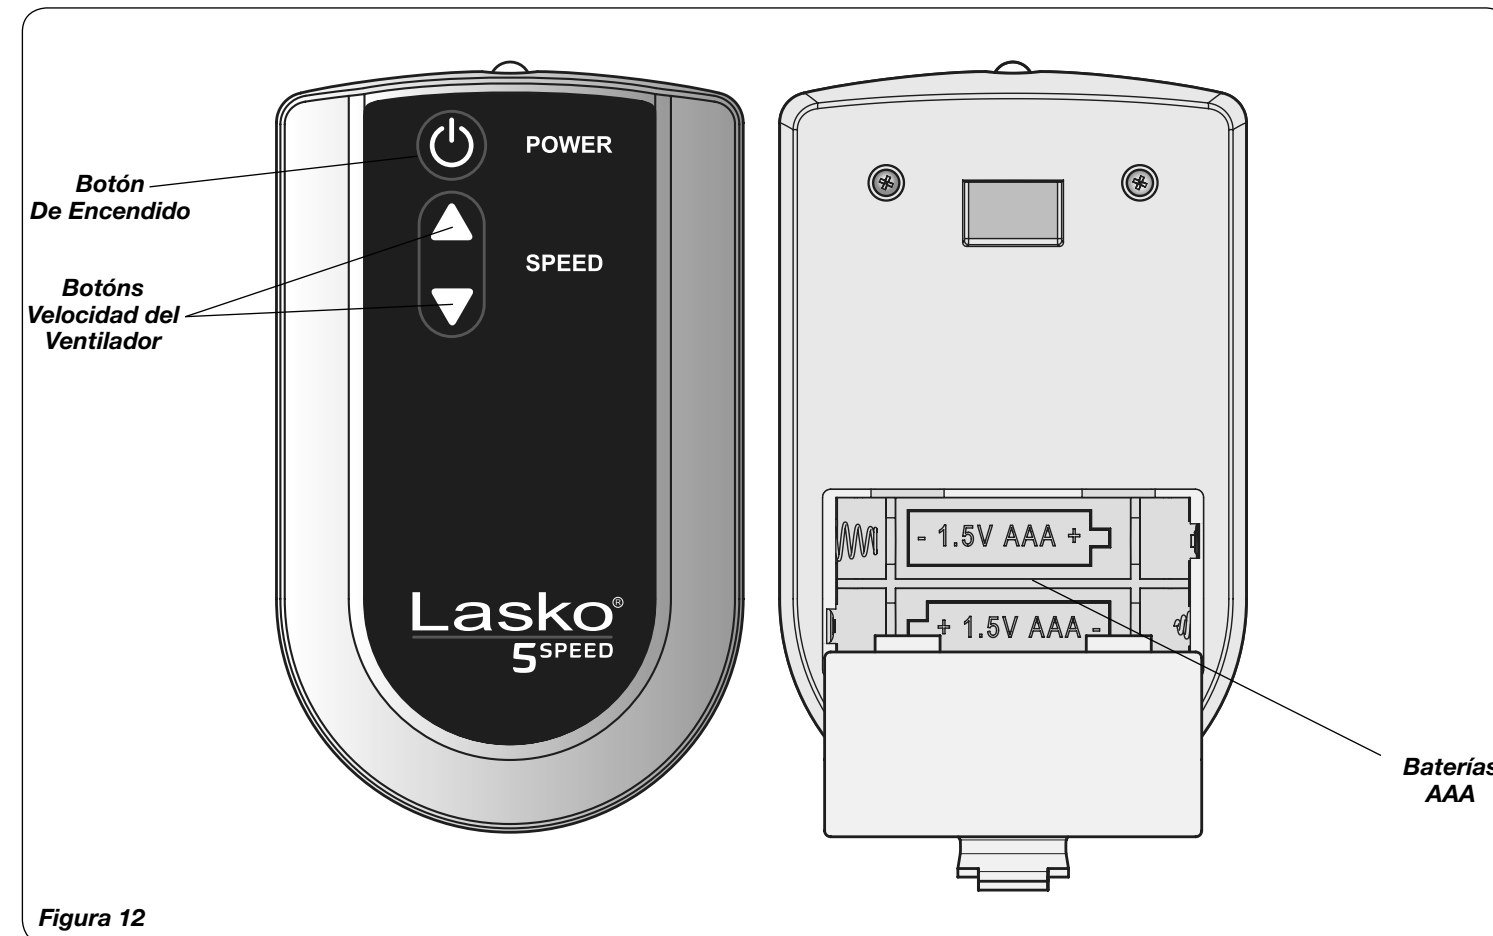
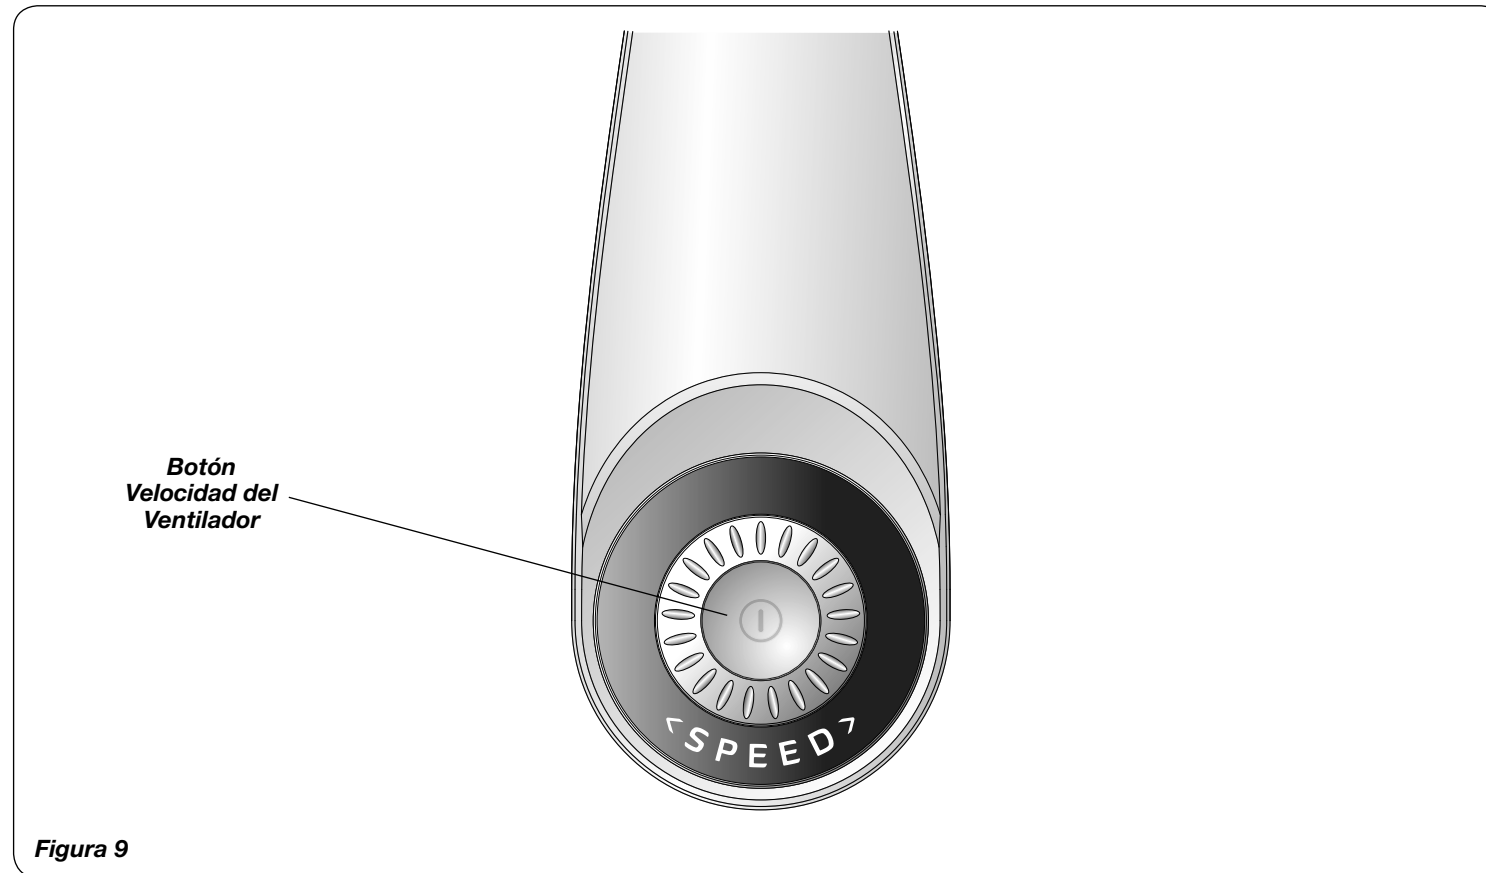

Figura 12
Figura 9
1. Instale las baterías (no suministradas), como se muestra en la Figura 12. El tipo de batería es "AAA".
Puede operar este ventilador con los controles manuales ubicados en el frente de la unidad (mostrado en la Figura 9) o con el control remoto (mostrado en la Figura 12).